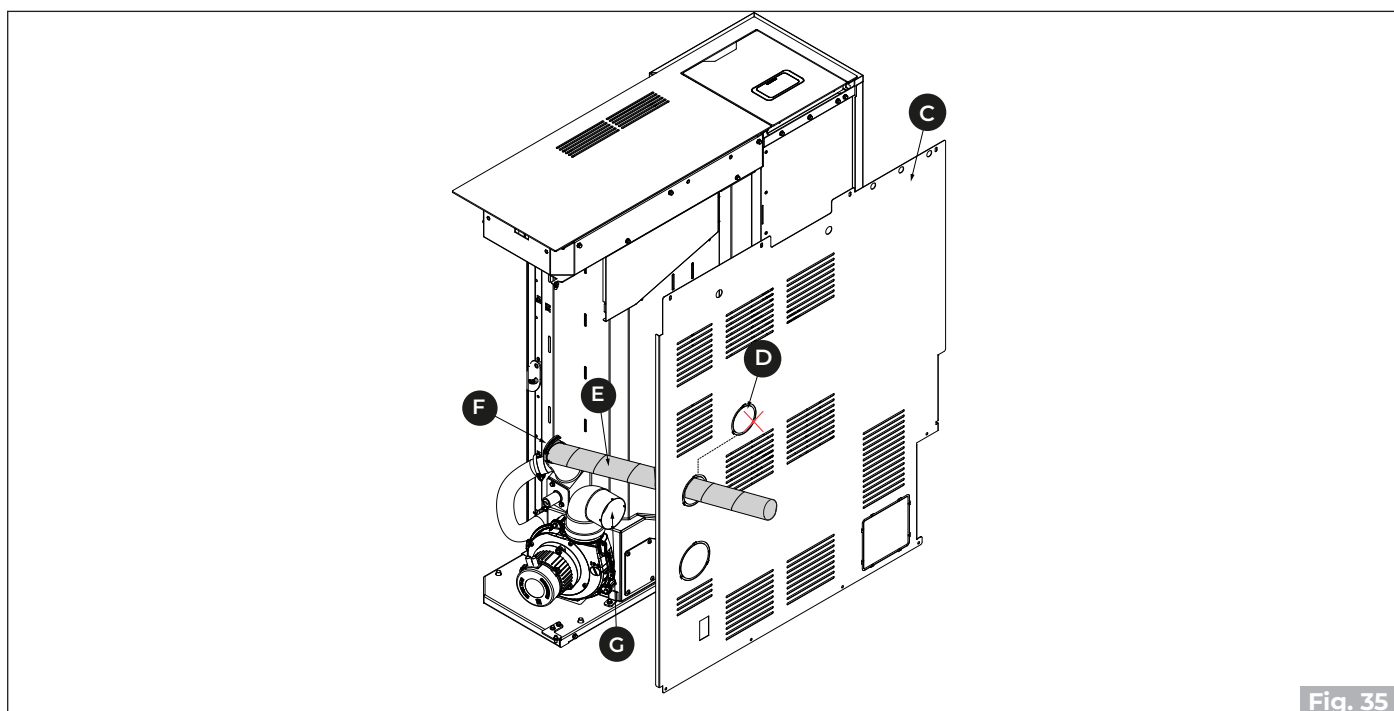

Fig. 35
- Odstranite kos **(D)** na zadnji plošči **(C)** in vstavite gibljivo cev **(E)**, ki jo priključite na dovod zraka iz zunanosti ("Fig. 35").